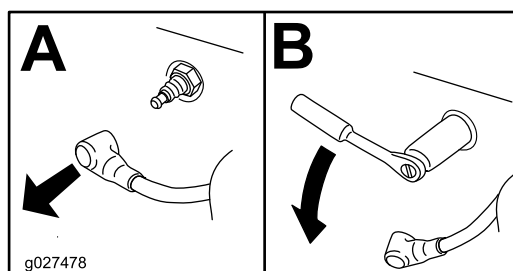

Figura 66
4. Localice y retire la(s) bujía(s), como se muestra en la Figura 66.